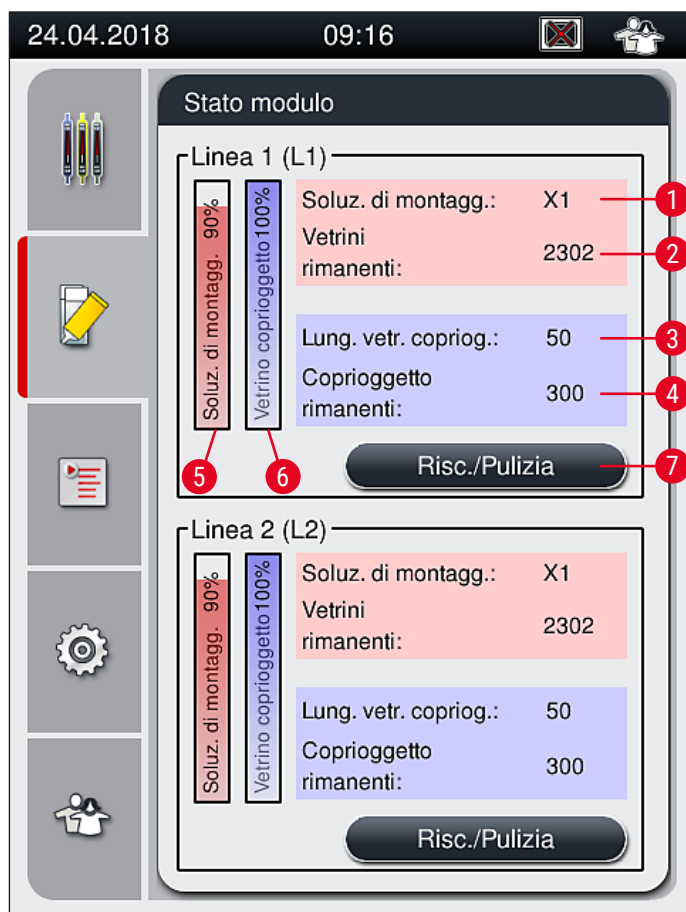

Fig. 49
- Il menu **Stato modulo** (→ Fig. 49) fornisce all'utente di HistoCore SPECTRA CV una panoramica dei materiali di consumo utilizzati (soluzioni di montaggio (→ Fig. 49-1) e vetrini coprioggetto (→ Fig. 49-3)), nonché dei relativi livelli di riempimento correnti (→ Fig. 49-5) (→ Fig. 49-6) e delle quantità residue (→ Fig. 49-2) (→ Fig. 49-4) per entrambe le linee montavetrini.